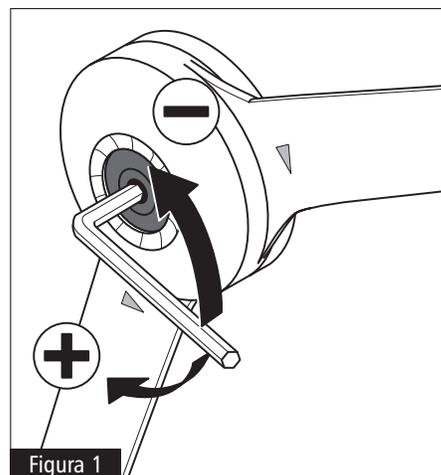

Figura 1
- 1 Use la llave hexagonal de 4 mm para ajustar la tensión del tope de la puerta a la resistencia deseada. Repita el procedimiento para el otro lado. Consulte la figura 1.